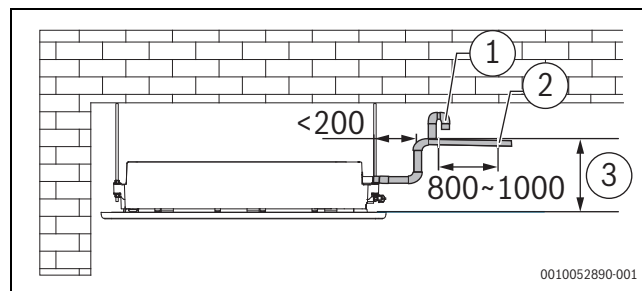
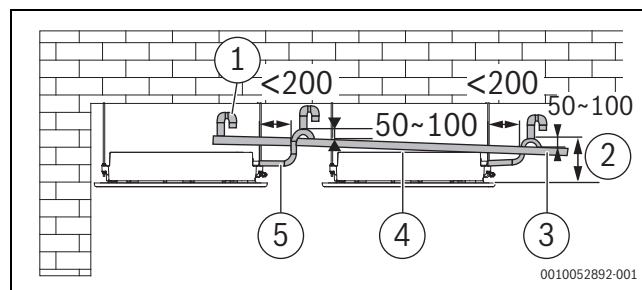

Bild 34 Installation und Abstände der Ablaufleitung bei Installationen mit Kondensatpumpe [mm]
Bild 35 Installation der Ablaufleitung für mehrere Einheiten
- Ablaufrohre entsprechend Abb. 34 (mit Wasserpumpe) bzw. Abb. 35 (ohne Wasserpumpe) installieren. Der Auslass der Ablaufleitung darf nicht höher liegen als der Kondensataustritt. Das Abwärtsgefälle muss mindestens 1/100 betragen.